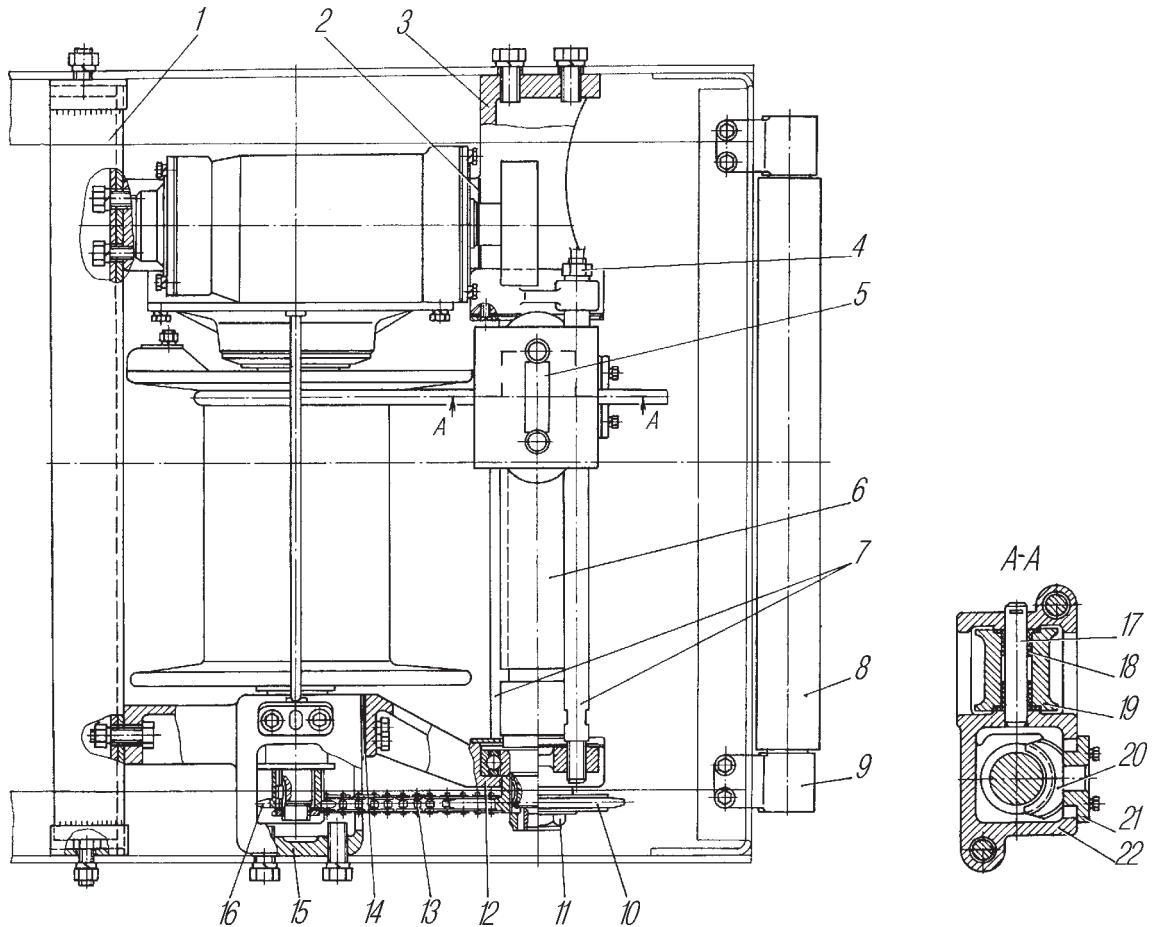

Рис. 114. Тросоукладчик лебедки:
**Тросоукладчик.** Лебедка оборудована тросоукладчиком (рис. 114), который обеспечивает правильную укладку троса на барабане при углах отклонения его от оси автомобиля, не превышающих  $15^\circ$ . Трос укреплен на барабане скобой, выдается он только назад.